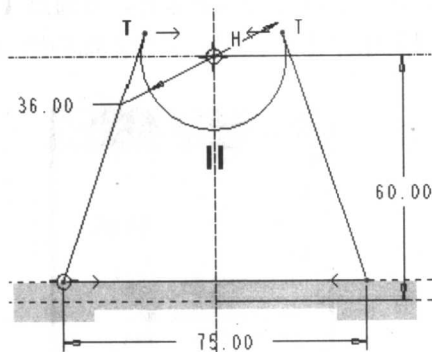

图 1-13 草绘出的二维图形
(3) 绘制如图 1-13 所示的二维图形, 在工具栏中单击 按钮, 完成草图的绘制工作。